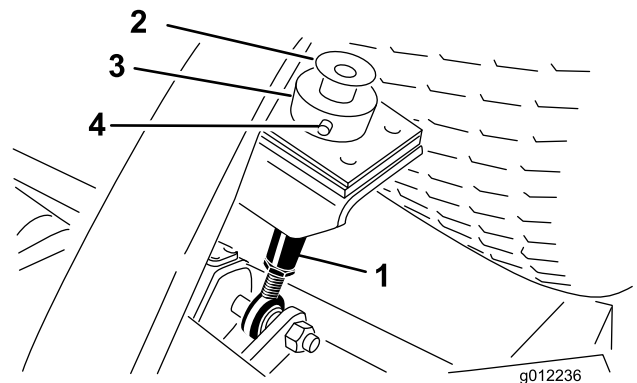

Figura 20
2. Rimuovete il bullone e la rondella montati sulla sommità di ogni asta dell'altezza di taglio (Figura 20).
3. Rimuovete la coppiglia e il perno con testa che fissano il collare dell'altezza di taglio alla relativa asta sulla parte posteriore dell'apparato di taglio (Figura 20). Rimuovete il collare dell'altezza di taglio.